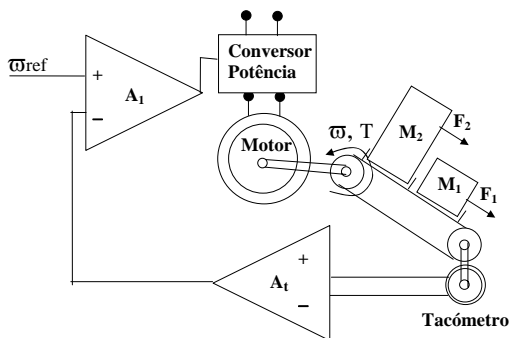

Figura 3
**Exemplo:** Consideremos novamente o exemplo da Figura 3. Para aumentar o detalhe do modelo, considera-se a existência de atrito viscoso B a opor-se ao movimento rectilíneo do tapete.